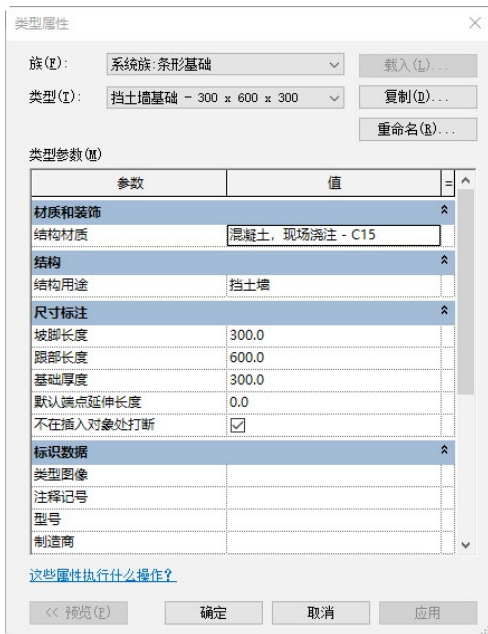

图 10-10 “类型属性”对话框
(3) 在“属性”选项板中单击“编辑类型”按钮，打开如图 10-10 所示的“类型属性”对话框，在该对话框中可以更改条形基础的结构材质、用途以及尺寸。